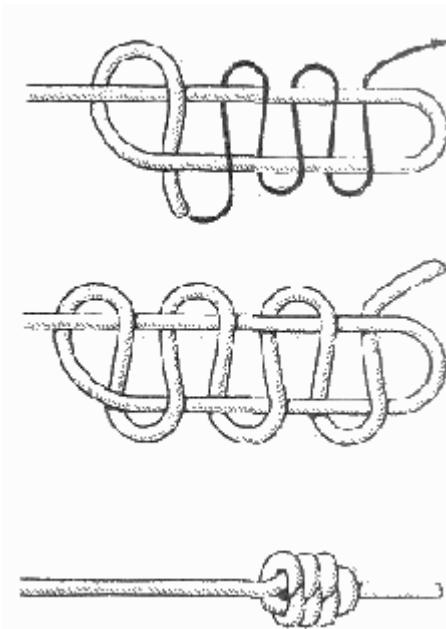

Рис. 6. Устричный узел:
**Устричный** узел (рис. 6). Несмотря на свое название, этот узел, как и восьмерка, благодаря своей симметрии, с успехом применяется музыкантами для крепления на колках струн скрипки, гитары, мандолины и других музыкальных инструментов. По своим размерам затянутый устричный узел намного больше восьмерки, и поэтому его используют в тех случаях, когда отверстия на колках по каким-либо причинам больше, чем нужно для той или иной струны.
У этого узла есть одна особенность завязывания: он затягивается в два приема (рис. 6, а). Сначала завяжите бегущий простой узел (см. ниже рис. 82) и затяните его. Пропустив ходовой конец троса в петлю, еще раз затяните узел. Если устричный узел затягивается в один прием, то он формируется неправильно.
На рис. 6, б показана схема устричного узла, свидетельствующая о его симметричности. В таком виде он может служить неплохим декоративным узлом-орнаментом для отделки женского платья или рисунком для вышивания.